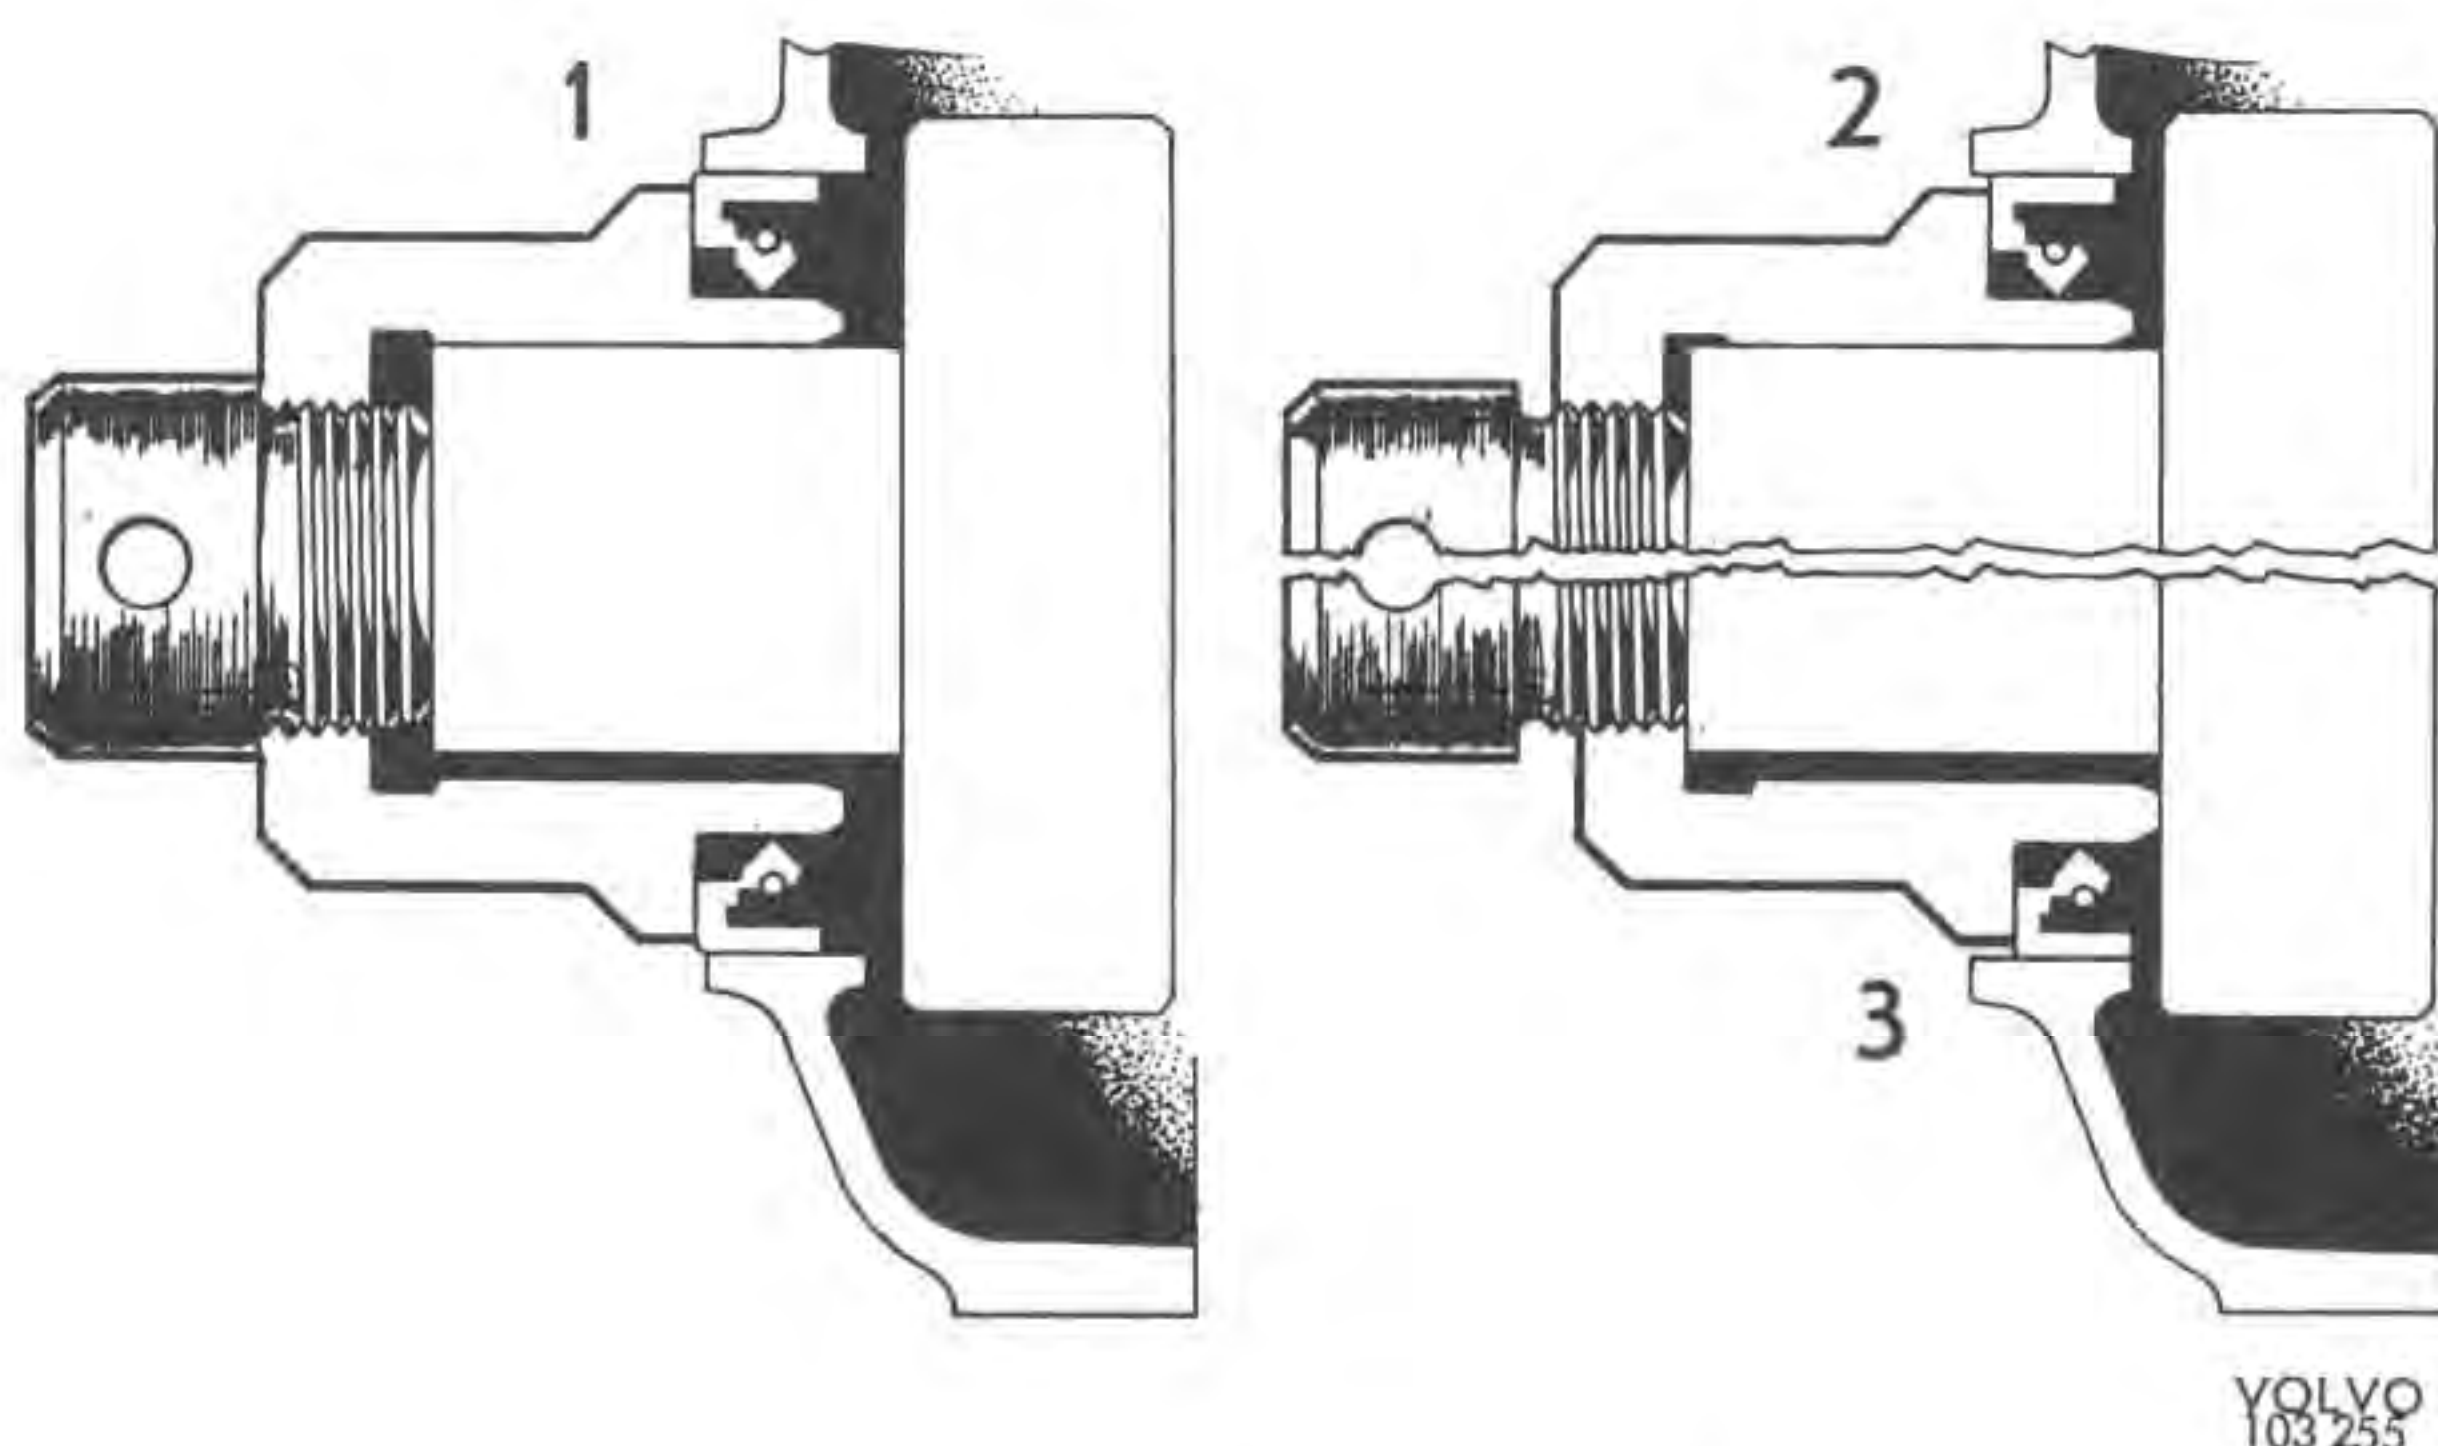

Bild 51. Centrumspindelns läge på verktyg 2816 och verktyg 2817
2. Pressa i tätningsskivan med 2817, se bild 47. OBS! Inspektera först vevaxelns slityta. Tätningsskivan kan monteras i tre lägen med 2817, jämför med bild 51. Med ny vevaxel eller med slitytan utan anmärkning monteras tätningen i sitt yttre läge (helt inskruvad centrumskruv). Med slitmärke på vevaxeln monteras den med 2 varv utskruvad resp. helt utskruvad centrumskruv.
OBS! Inspektera först polygonnavets slityta. Tätningssringen kan monteras i tre lägen med 2816. Med nytt polygonnav ska verktygets centrumskruv vara inskruvad helt, se bild 51. I detta läge blir tätningen monterad i sitt yttre läge (läge 1). Med ett slitmärke på polygonnavet monteras tätningen i läge 2 (1 1/4 varv utskruvad centrumskruv). Med två slitmärke monteras tätningen i läge 3 (helt utskruvad centrumskruv). Med tre slitmärke ska polygonnavet bytas mot nytt.